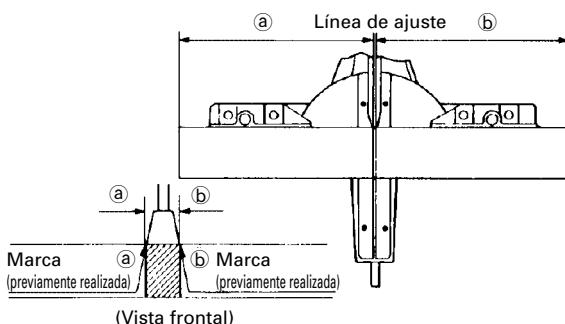

Fig. 19
- (1) Como se muestra en la Fig. 19, la anchura de la hoja de sierra es la de corte. Por lo tanto, deslice la pieza de trabajo hacia la derecha (vista desde la posición del operador) cuando desee la longitud (b), o hacia la izquierda cuando desee la longitud (a).
- (2) Cuando la hoja de sierra haya alcanzado la velocidad máxima, empuje cuidadosamente hacia abajo la empuñadura hasta que la hoja de sierra se acerque a la pieza de trabajo.
- (3) Cuando la hoja de sierra haya entrado en contacto con la pieza de trabajo, empuje gradualmente hacia abajo la empuñadura para cortar dicha pieza.
- (4) Despues de haber cortado la pieza de trabajo con la profundidad deseada, desconecte la alimentación de la herramienta eléctrica y deje que la hoja de sierra se pare completamente antes de levantar la empuñadura de la pieza de trabajo para devolverla a su posición de completamente retraída.